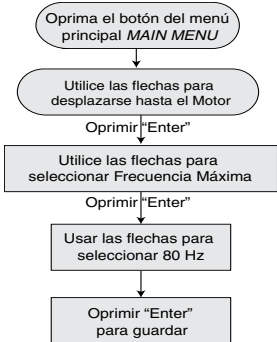

Figura 11 - Seleccione 80 Hz (funcionamiento trifásico solamente).
- B. Siga el orden que se ilustra en la Figura 11 para pulsar las teclas.